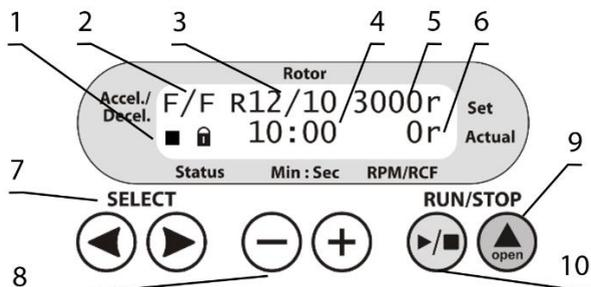

Рисунок 3. Панель управления LMC-56
- Проверьте сетевой кабель на повреждения и подключите его к сетевой розетке с заземлением. Переведите сетевой выключатель на приборе в положение **I** (включено). Нажмите кнопку **▲ Open** (рис. 3/9) и откройте крышку рукой.
- Режимы ускорения и торможения (рис. 3/2);
- Установленный ротор (рис. 3/3);
- Установленная скорость ротора в RPM или RCF¹ (рис. 3/6);
- Индикация ротора, ■ остановлен или ► запущен (рис. 3/1, первый символ);
- Индикация крышки, ■ заперта или ☐ открыта (рис. 3/1, второй символ);
- Установленное время работы в минутах и секундах (рис. 3/4);
- Текущая скорость ротора в RPM или RCF¹ (рис. 3/6).
- 5.4 Нажмите кнопку **▲ Open** (рис. 3/9) и откройте крышку рукой. Осмотрите ротор и стаканы на предмет износа или коррозии, и замените при необходимости. Расположите ЧЁТНОЕ число пробирок / планшетов в гнезда ротора друг напротив друга. Уровень жидкости в противоположных пробирках должен быть одинаковым.
5.5 **Установка параметров.** Используйте кнопки **SELECT** ◀ и ▶ (рис. 3/7), чтобы выбрать параметр, и кнопки – и + (рис. 3/8), чтобы его изменить. Выбранный параметр мигает. Если кнопку нажать и удерживать дольше 2 секунд, значения меняются быстрее. Программа автоматически сохраняет все изменения, если в течение 2 секунд не нажимается ни одна кнопка.
5.5.1 Режимы ускорения (рис. 3/2, первая буква). Доступны три режима ускорения, медленный (**S**, от slow), нормальный (**N** от normal) и быстрый (**F** от fast).
5.5.2 Режимы торможения (рис. 3/2, вторая буква). Доступны четыре режима торможения, свободное торможение (**O**), медленный режим (**S**), нормальный (**N**) и быстрый (**F**).
5.5.3 Установленный ротор (рис. 3/3 или 5/3). Комбинации роторов, адаптеров и их максимально допустимых скоростей приведены в таблице ниже:
5.5.4 Выбор параметров вращения (рис. 3/5). Скорость ротора задаётся в оборотах в минуту (RPM) или через относительную центробежную силу (RCF) и обозначается на дисплее после значения скорости как **г** и **g**, соответственно. Значения пересчитываются при выборе единиц измерения. Скорость в RCF зависит от диаметра выбранного ротора или адаптеров, как показано в таблице выше
5.5.5 Установка времени (рис. 3/4). Выставьте продолжительность центрифугирования, шаг установки 1 минута.
5.6 Аккуратно и плавно закройте крышку до щелчка. На дисплее отобразится символ ■ (рис. 3/1, второй).
- 5.7 Нажмите кнопку **RUN/STOP** /■ (рис. 3/10) для начала центрифугирования. На дисплее отобразится символ  (рис. 3/1) и текущая скорость (рис. 3/6) на нижнем ряду дисплея. Таймер (рис. 3/4) начнёт отсчёт после достижения установленной скорости.